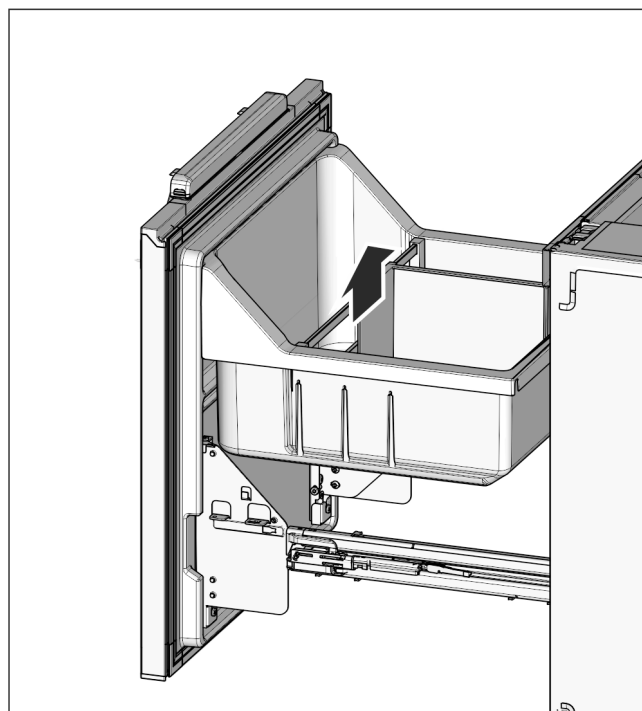

Fig. 25
- ▶ Снова вставьте полку для бутылок Fig. 25 [32] и вытяжной лоток Fig. 25 [31].